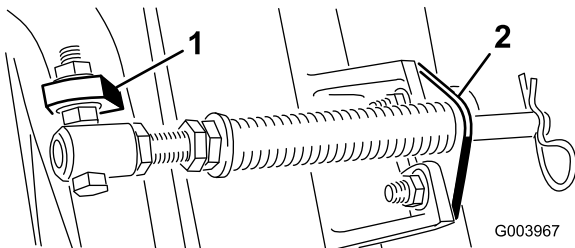

Bild 5
- C. Montieren Sie die Schraube des Federrohrs an der anderen Lasche am Trägerrahmen und befestigen Sie sie mit der Bundmutter. Positionieren Sie den Schraubenkopf zur Außenseite der Nase, wie in Bild 5 dargestellt.
- D. Montieren Sie die Stangenhalterung mit den Schlossschrauben und Muttern an den Schneideinheitnasen (Bild 5).